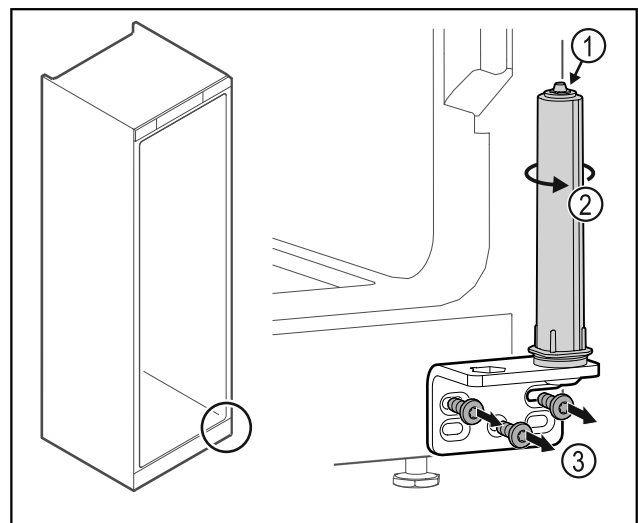

Fig. 38
- Nerozoberajte systém zatvárania dverí Fig. 38 (1).
- Otáčajte systém zatvárania Fig. 38 (2), kým nezacvakne.
- Odskrutkujte uholník závesu Fig. 38 (3).